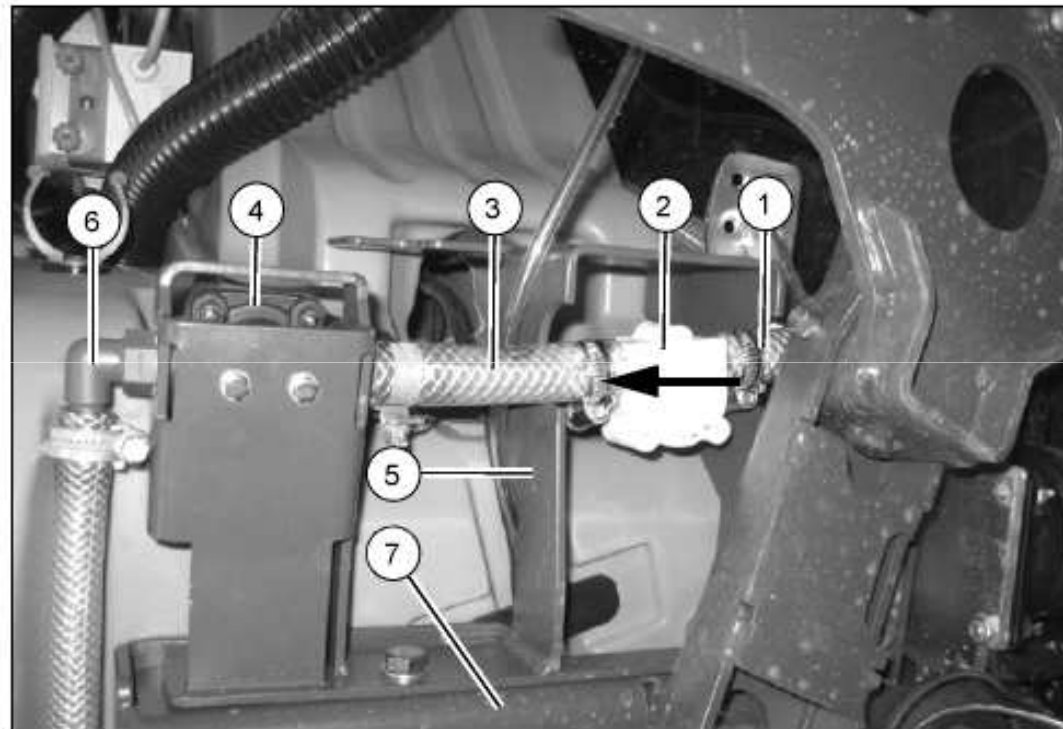

Fig. 5
2. Fixer avec des colliers le tuyau (longueur 135 mm) (Fig. 5/1) entre le débitmètre (Fig. 5/2) et le filtre à eau
3. Fixer avec des colliers le tuyau (longueur 85 mm) (Fig. 5/3) entre le débitmètre (Fig. 5/2) et l'électrovanne (Fig. 5/4).
4. Installer le débitmètre dans le support (Fig. 5/5).
6. Assembler le support (Fig. 5/8) sur le support (Fig. 5/7) (circuit d'alimentation en eau)
During assembly of the flow meter (Fig. 5/2), pay attention to the direction of flow!